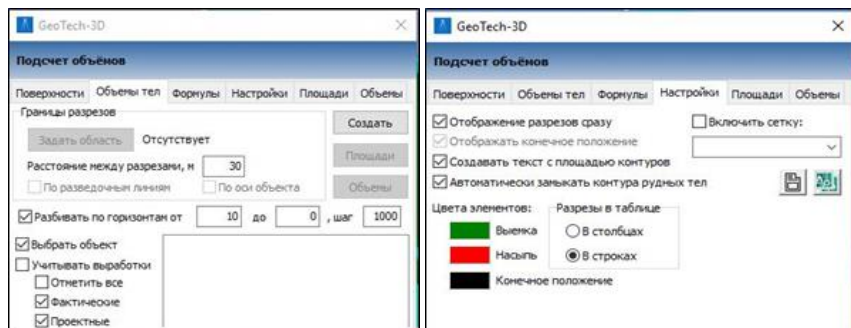

Рис. 10.7. Настройки подсчета объемов по разрезам
9. Нажмите на кнопку **Подсчет объемов по разрезам** , откроется диалоговое окно **Объемы по разрезам**. На вкладке **Объемы тел** задайте параметры согласно рис. 10.7, выберите **Контур подсчета запасов** и нажмите **Задать область**. На вкладке **Формулы** произведите настройку формул, а на вкладке **Настройки** выполните настройки согласно рис. 10.7.